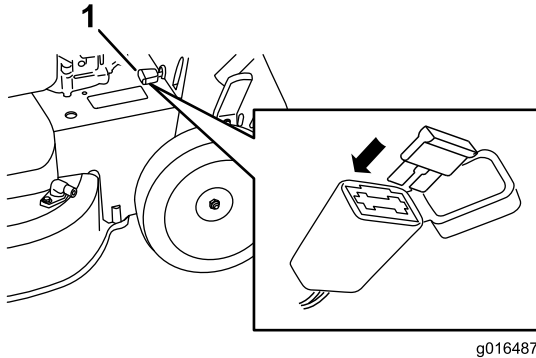

Figura 37
1. Abra el portafusibles sellado y cambie el fusible (Figura 37).